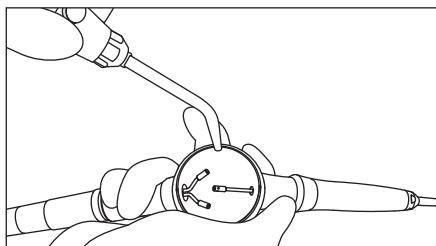

Fig. 7
- 3) Elimine con el aire el polvo residual del depósito de polvo. (Fig. 7)